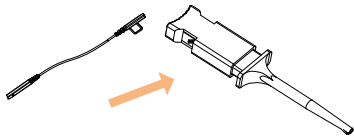

图 2
- ◆ 方法二：在方法一的基础上，可为前端引线连接上探头测试夹，然后通过测试夹内的金属钩连接被测信号节点，如图 2 所示。